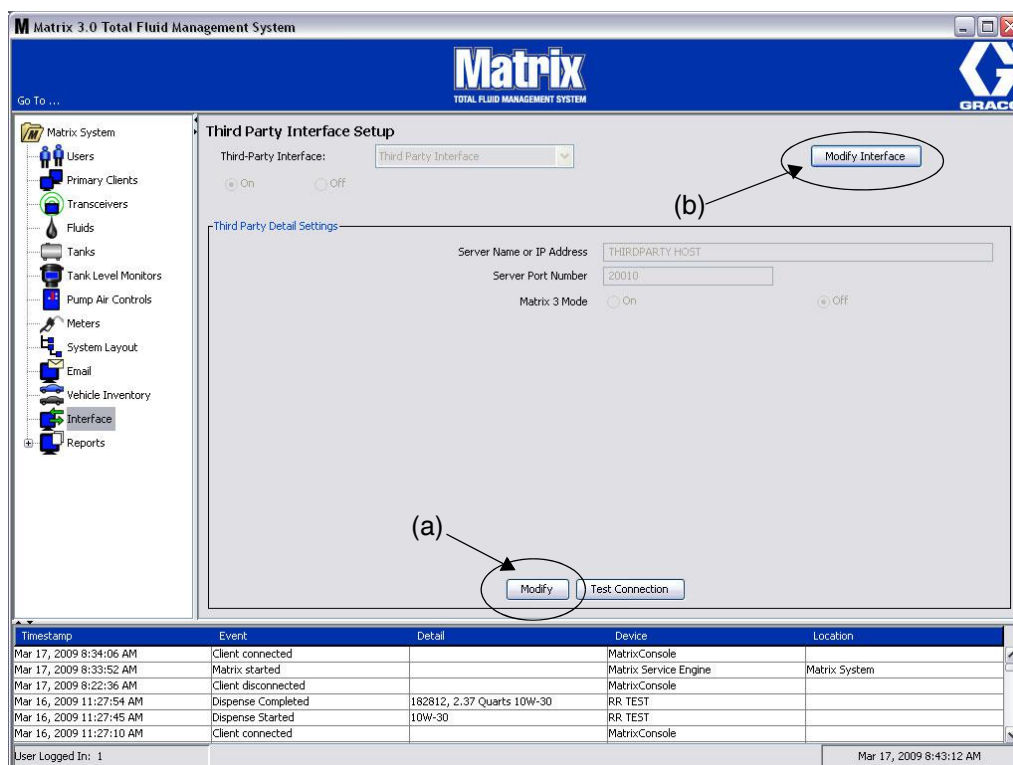
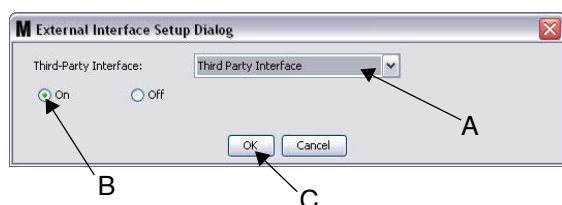

Рис. 162
Рис. 164 Диалоговое окно «External Interface Setup» [Настройка внешнего интерфейса]
1. Нажмите кнопку «**Modify**» [Изменить] (a) (Рис. 162 на стр.118), чтобы отобразить диалоговое окно «External Interface Setup» [Настройка внешнего интерфейса].
1. Нажмите кнопку **«Modify Interface»** [Изменить интерфейс] (b) (Рис. 162). Появится диалоговое окно **«External Interface Setup»** [Настройка внешнего интерфейса] (Рис. 164). Это диалоговое окно используется для настройки стороннего интерфейса.
2. Выберите сторонний интерфейс из раскрывающегося меню (A – Рис. 164).
3. Установите переключатель **«ON»** [ВКЛ] (B – Рис. 164). Параметр «Third Party Interface» [Сторонний интерфейс] позволяет Matrix использовать сторонний интерфейс.
4. Нажмите кнопку **«OK»** [ОК] (C – Рис. 164), чтобы закрыть окно и подтвердить выбор.